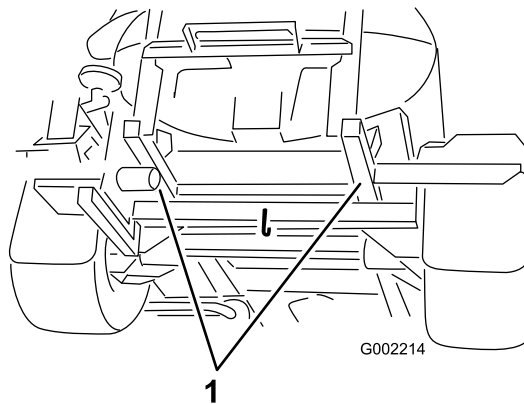

**Figura 93**
4. Accrochez un câble de remorquage au cadre ; voir les points de remorquage avant et arrière (Figura 93 et Figura 94).